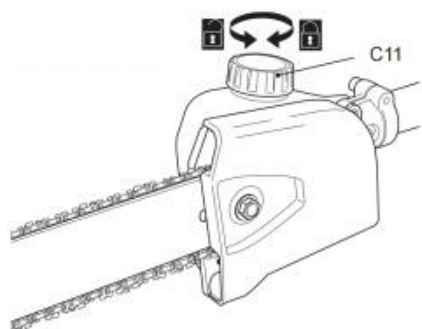

Fig. 16
- 2) Dévissez et retirez le bouchon du réservoir d'huile (C11) (Fig. 16), puis ajoutez du lubrifiant approprié dans le réservoir. Nous vous recommandons d'utiliser une huile de chaîne respectueuse de l'environnement spécialement destinée à être utilisée avec ce produit.